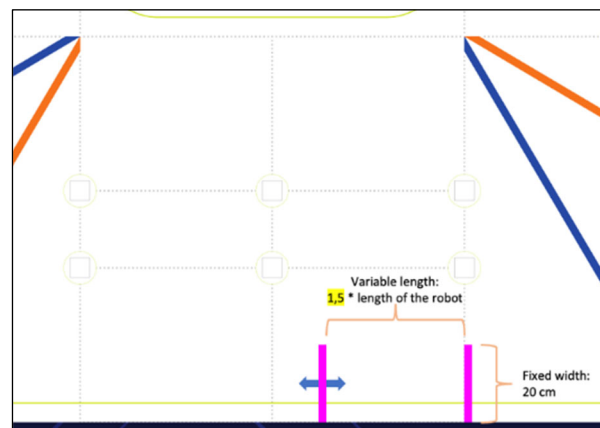

Bild 12: Position der magentafarbenen Wände bei der optionalen Zusatzaufgabe
- 7.11.2. **Die Position der rechten Wand** ist rechts neben der gestrichelten Außenlinie des geraden Abschnittes (s. Bild 12). **Der Abstand zwischen den Wänden wird individuell, entsprechend der Länge des Roboters berechnet: $1,5 \times \text{Roboterlänge} = \text{Abstand der Wände}$.**